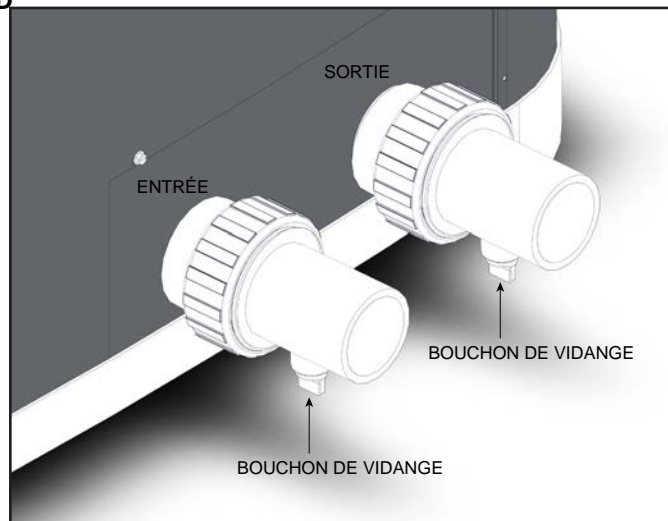

Figure 5. Raccords d'eau/de vidange
5. Les raccords d'entrée et de sortie sont munis de tés de vidange (voir Figure 5), ce qui est utile pour vidanger le système avant l'hivernage.
REMARQUE: Bien qu'il soit possible d'installer le raccord supérieur avec le bouchon de vidange verticalement, le fabricant suggère que l'installation des deux raccords avec les bouchons de vidange orientés vers le bas, comme illustré, en Figure 5 permet d'obtenir la meilleure vidange possible du système.